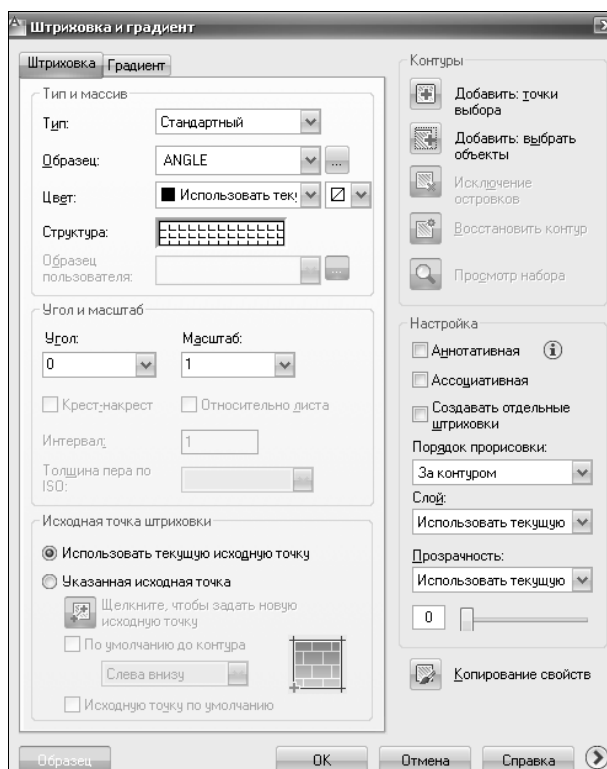

Рисунок 11 – «Штриховка и градиент»
- 2 В диалоговом окне «Штриховка и градиент» (рис. 11):